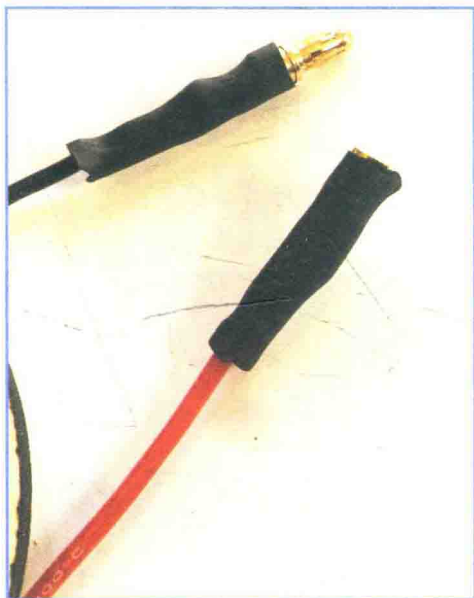

图 10.10 在线头放上热缩管并使其收缩!
6. 加入热缩管。在每个线头放上大约 1 英寸长的热缩管，确保公接头的接触部分可以活动。使用烙铁管加热热缩管，使其覆盖在接头底座和线头上。图 10.10 展示了加工成功的公接头和母接头。